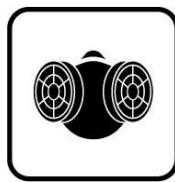
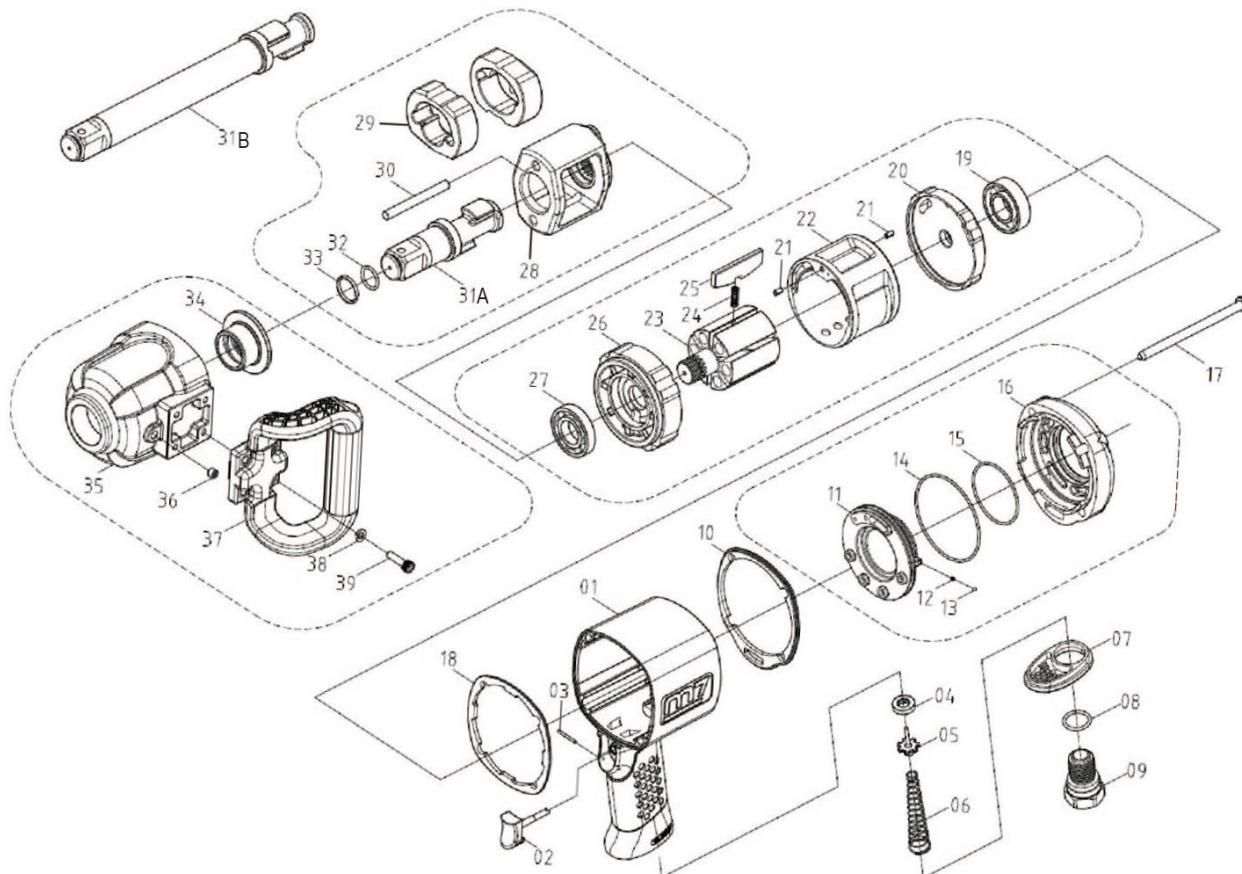

Рис. 1
Рис. 3
- Управление гайковёртом осуществляется с использованием пускового курка (Рис. 1), который находится под указательным пальцем. При нажатии на курок сжатый воздух поступает в рабочую полость двигателя и вращает ротор. Следует учесть, что после того как Вы отпустите курок вращение механизма будет осуществляться ещё несколько секунд. В целях безопасности, кладите гайковёрт после того как он полностью остановился.
- Регулировка усилия осуществляется регулятором мощности (Рис.1).
- Режимы «закручивание» (F) и «откручивание» (R) устанавливаются переключателем реверса.
- В обязательном порядке проводите смазку ударного механизма не реже 1 раза в 14 дней работы. 5 грамм смазки SG-101 подается в закрытое пробкой 36 отверстие (Рис.3).